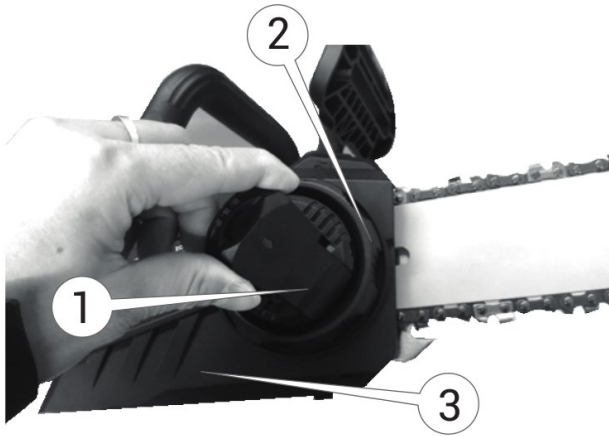

Рисунок 5. Схема вузла фіксації «шини» кришкою із механізмом натягування ланцюга.
3. Відкрутити фіксатор (1, рис. 5) кришки (3, рис. 5) кріплення «шини».
4. Демонтувати кришку (3, рис. 5) кріплення «шини».
9. Посунути рукою «шину» вперед, щоб ланцюг трішки натягнувся та встановити кришку (3, рис. 5) кріплення «шини».
10. Закрутити фіксатор (1, рис. 5) кріплення кришки напрямної, не зтягуючи його та перейти до розділів регулювання/перевірки натягу ланцюга.